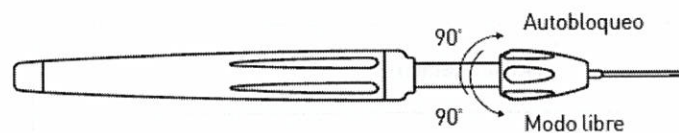

Figura 3 - Modos del mango
4. Verifique que los dos modos de funcionamiento del mango son efectivos (modo libre y modo de autobloqueo). Cambie entre los modos girando la parte de arriba del mango en 90° (consulte la Figura 3).